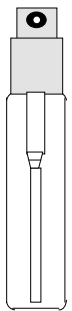
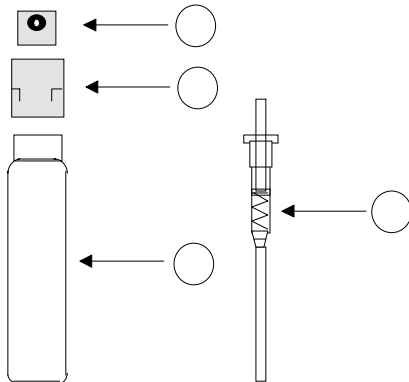

Figure 1
Figure 2
Tout le monde connaît les petits vaporisateurs (figure 1) contenant des échantillons d'eau de toilette que l'on vous offre lors de l'achat d'un parfum . Ces objets ont au moins deux avantages , ils sont démontables et rechargeables . Comme le montre la figure 2 , ils sont composés essentiellement de quatre éléments : le réservoir (1) d'une capacité ~ 2mL , une bague de liaison (2) dans laquelle prend place le piston (3) et enfin la tête (4) avec sa buse de diffusion .